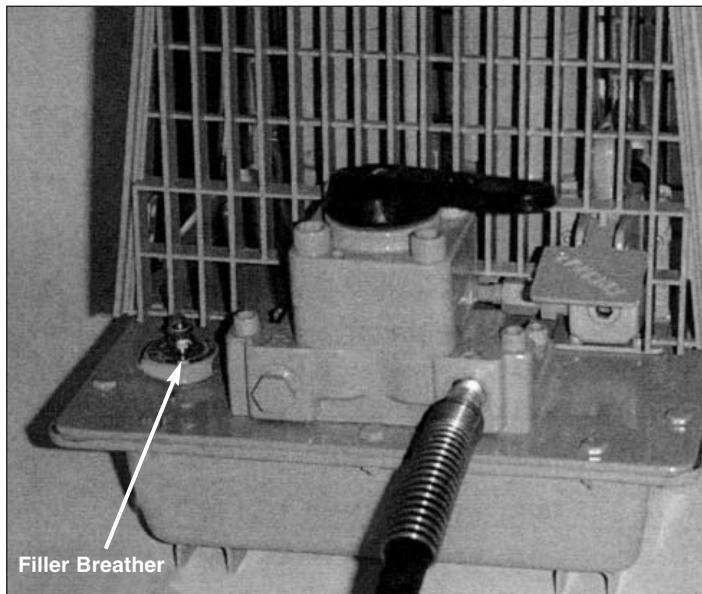

図2-エアベント/注油プラグの位置
2. エアベント/注油プラグを取り外し、上部からおよそ 15 mmまで給油します。（図2参照）